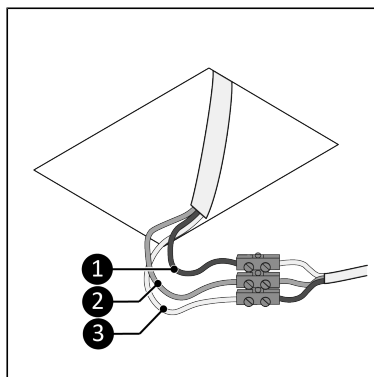

Abbildung 48.
- Brauner Draht: stromführend (Abbildung 48, Pos. 1);
- Gelbgrüner Draht: Erde (Abbildung 48, Pos. 2);
- Blauer Draht: Neutral (Abbildung 48, Pos. 3).